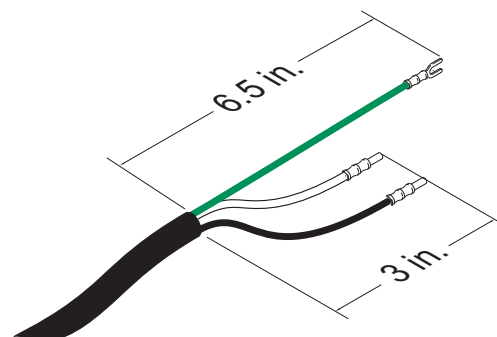

Рис. 8: Сетевой шнур
- При необходимости, добавьте обжимные наконечники. См. Рис. 8.